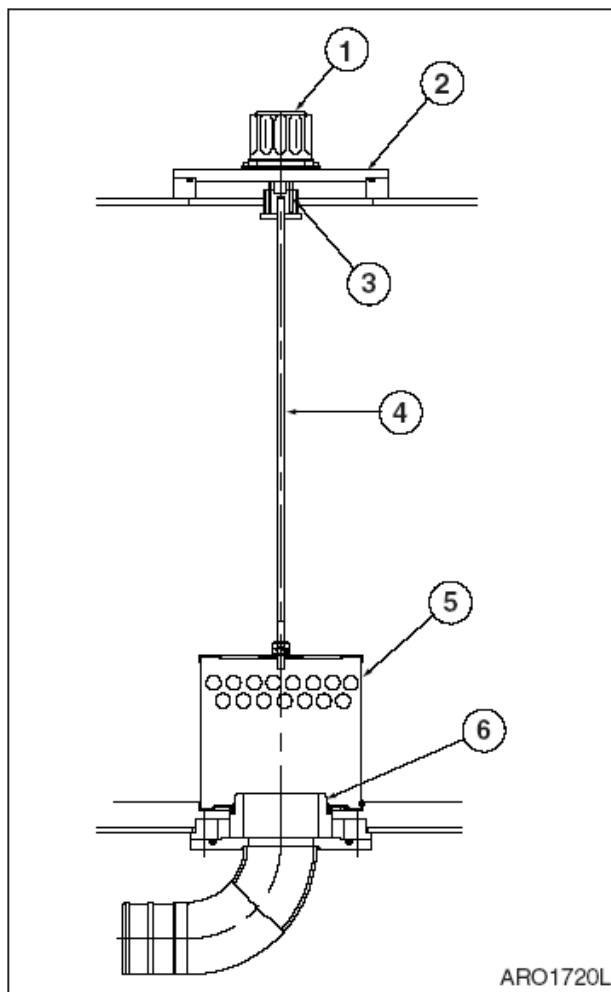

Рис. 80
4. Вращая крышку сапуна (1, рис. 80) стравить сжатый воздух из гидравлического бака.
6. Осторожно снять болты и крышку (2, рис. 80) с верхней части бака гидравлического масла. Под крышкой находится пружина (3), которая выталкивает крышку вверх.
7. Извлечь пружину (3, рис. 80) и сетчатый фильтр (5), потянув за стержень (4).
9. Установить сетчатый фильтр (5, рис. 80) на утолщенную часть всасывающей трубы.